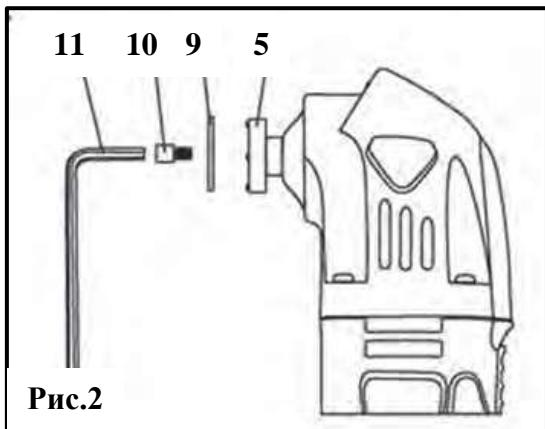

Рис.2
С помощью шестигранного ключа (11) открутите винт (10) от держателя насадок (5) и извлеките шайбу (9)(рис.2).